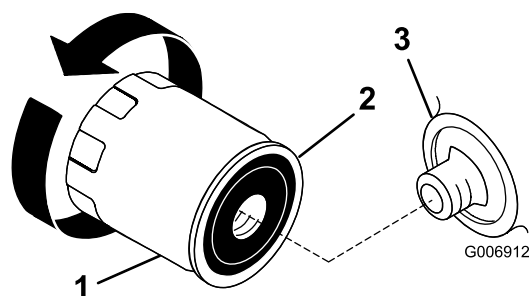

Figure 32
2. Déposez le filtre à huile usagé et essuyez la surface du joint de l'adaptateur (Figure 32).